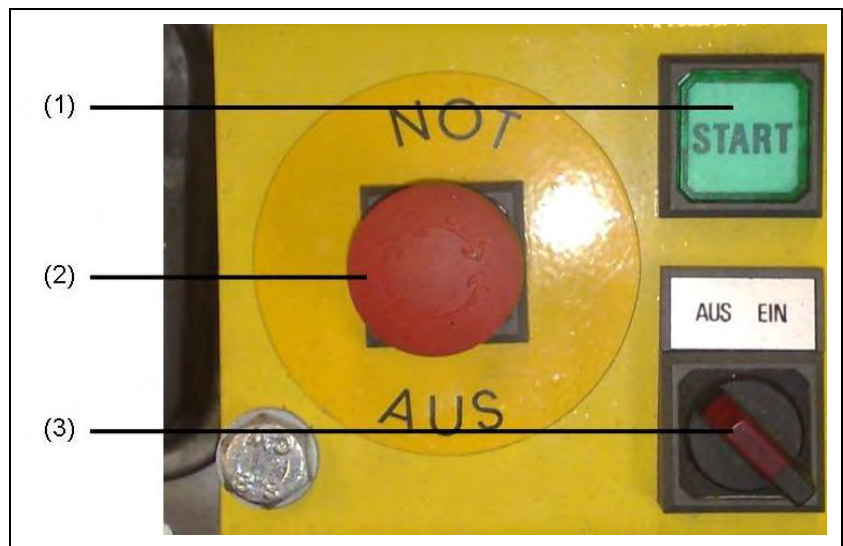

Abb. 5-5: Beispiel für Elektrostart in Verbindung mit Fernstartgerät
1. Notaus (Abb. 5-5-(2)) darf nicht gedrückt sein.
2. Betriebsschalter (Abb. 5-5-(3)) in Pos. EIN stellen.
3. Startknopf (Abb. 5-5-(1)) drücken.
3. Betriebsschalter (Abb. 5-5-(3)) in Pos. AUS stellen.